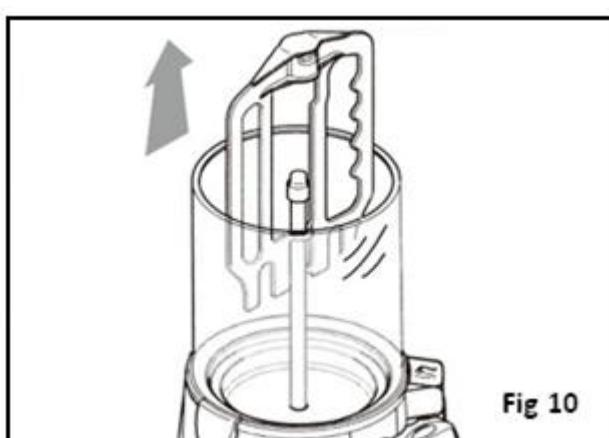

Fig 10
- Extraiga la paleta mezcladora tirando hacia arriba, manteniéndola alineada con el eje central hasta que la ranura inferior se encuentre a la altura del perno de rotación (Fig. 10)